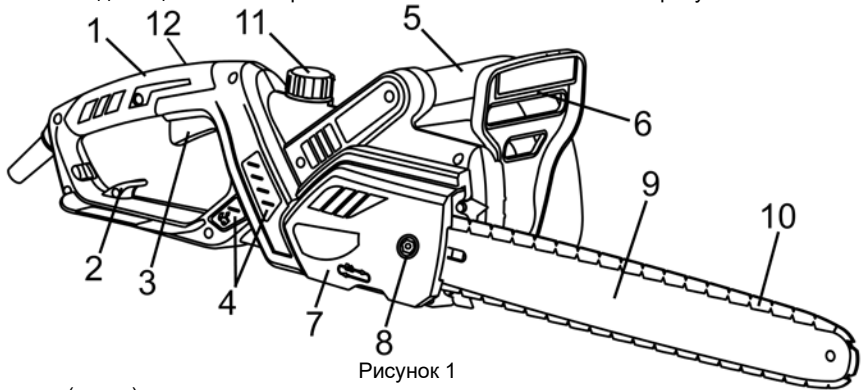

Рисунок 1
4.1.2 Переведіть щиток захисного пристрою (6, рисунок 1) в бік пиляльної гарнітури (гальмо ланцюга активовано).
4.1.3 Перевірте, що пускова клавіша не заблокована в увімкнутому положенні. Вставте штепсельну вилку в розетку подовжувача, який потрібно зафіксувати петлею, яка накинута на гачок (2, рисунок 1) через отвір в рукоятці.